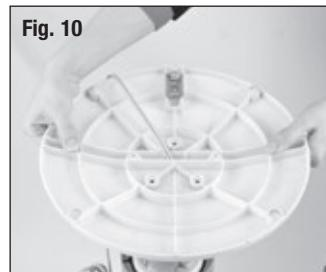

Fig. 10
- Alinee las partes posterior y delantera de la base y únalas empujando firmemente las cuatro extrusiones redondas dentro de los círculos adyacentes de las piezas de conexión (Fig. 10).